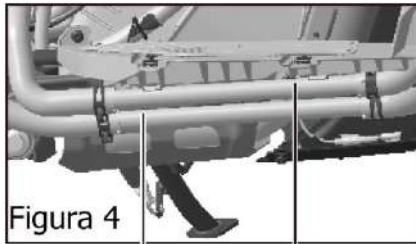

Figura 4
–Compruebe que el radiador se ha llenado por completo de refrigerante desde la boca de llenado del radiador, pellizque el manguito de salida (Figura 4) y luego tape